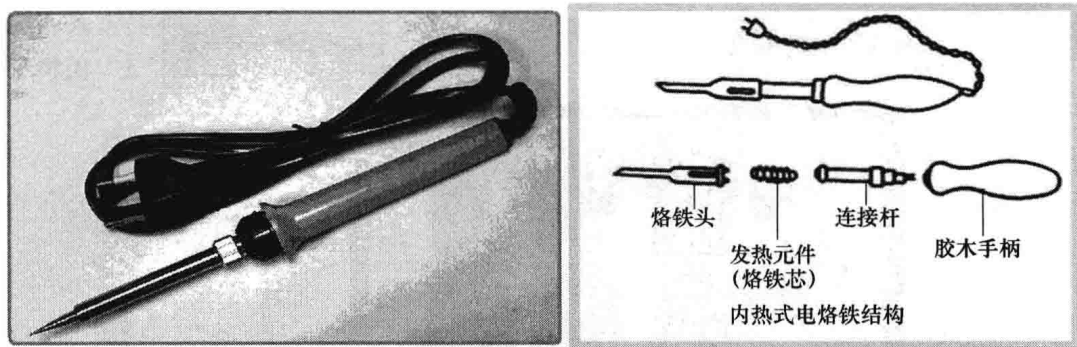
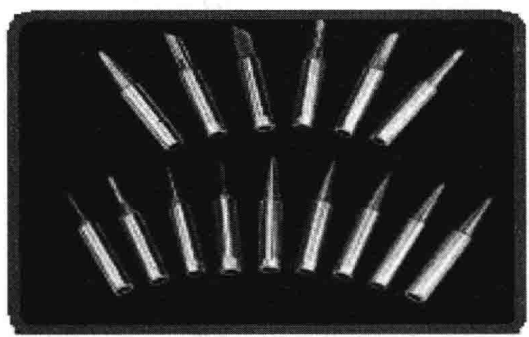
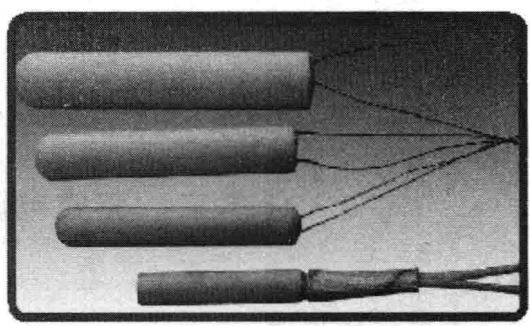

图 1-1-15 普通内热式电烙铁外形和组成结构示意图
图 1-1-16 电烙铁烙铁头实物图
图 1-1-17 普通内热式电烙铁烙铁芯实物图
(1) 普通内热式电烙铁，由烙铁头、烙铁芯、连接杆和手柄组成，如图 1-1-15 所示。同一个电烙铁可以通过更换不同烙铁头的方式来适应不同焊接情况，烙铁头的种类如图 1-1-16 所示。电烙铁中烙铁头的温度是由烙铁芯提供的，它是电烙铁的发热元件，烙铁芯实物如图 1-1-17 所示。